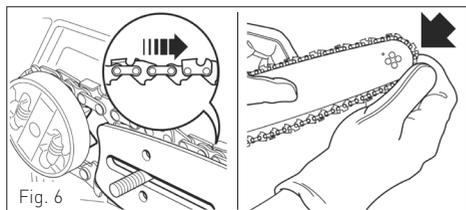

Fig. 6
[5] Coloque a corrente em torno da embraiagem e da barra guia, [Fig. 6].
[6] Certifique-se de que instala a corrente na barra guia com os elos na direção certa (3), [Fig. 6].